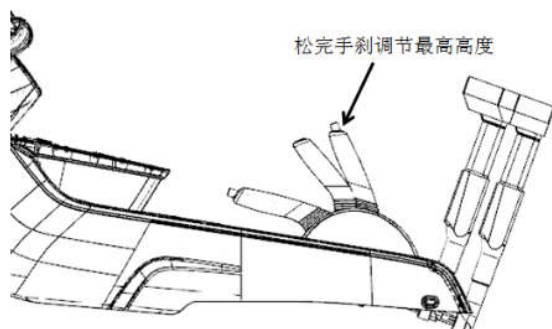

图2-16手刹调节示意图
- (1) 在副仪表板后端通过M10的套筒将手刹调节全部放开，再将手刹拉起到最高高度。如图2-16所示状态。